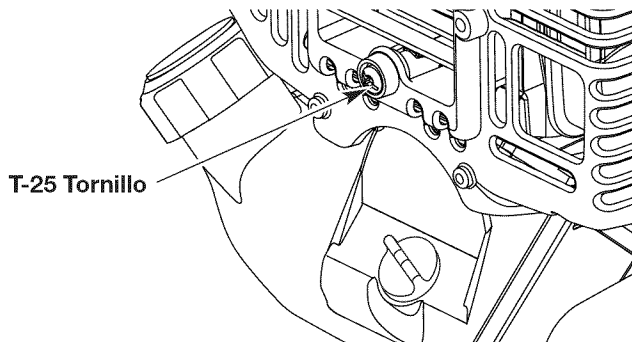

Fig. 24
- Saque el tornillo con un destornillador de pala o Torx #25 (Fig. 24).